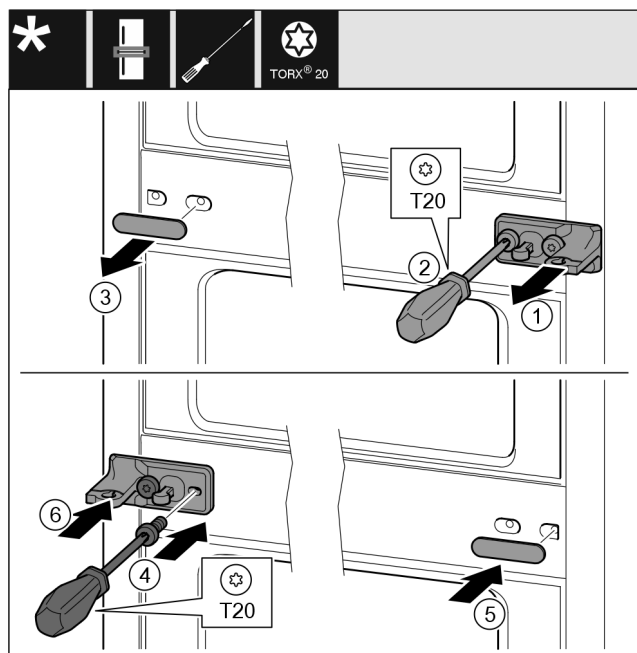

Fig. 12
- Sfilare la rondella Fig. 12 (1).
- Estrarre le viti Fig. 12 (2) con un cacciavite.
- Estrarre la copertura Fig. 12 (3) con cautela.
- Stringere bene il blocco di supporto con pellicola Fig. 12 (4) ruotato di 180° sull'altro lato.
- Applicare la copertura Fig. 12 (5) ruotata di 180° sull'altro lato.
- Infilare la rondella Fig. 12 (6) dal davanti.